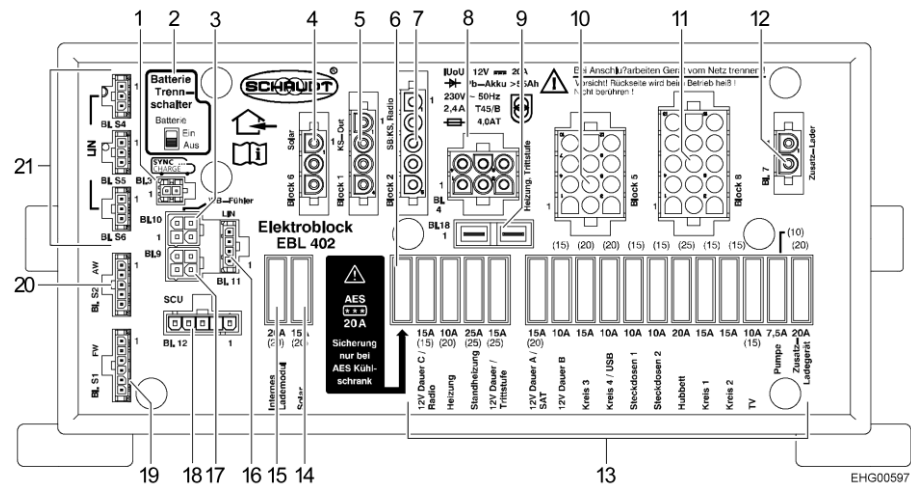

Fig. 143 Centralina elettrica (EBL 402)
- Portare l'interruttore staccabatteria (Fig. 143,2) sulla centralina elettrica EBL 402 in posizione "Aus" (spento).
- Portare l'interruttore staccabatteria (Fig. 143,2) sulla centralina elettrica EBL 402 in posizione "Ein" (acceso).